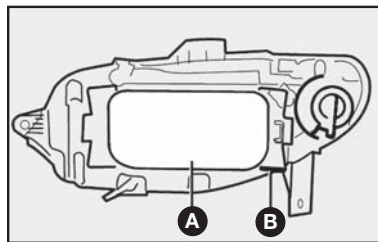
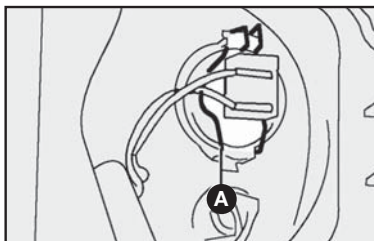

fig. 13
fig. 15
1) remover a tampa plástica A para ter acesso às lâmpadas deslocando a trava B-fig. 13;
3) retirar o porta-lâmpada pressionando as presilhas A-fig. 15 abrindo-as lateralmente;
6) reenganchar a presilha de fixação A-fig. 15 e reconectar a lâmpada, colocando por último a tampa plástica A-fig. 13.
1) remover a tampa plástica para ter acesso à lâmpada deslocando a trava **B-fig. 13**;